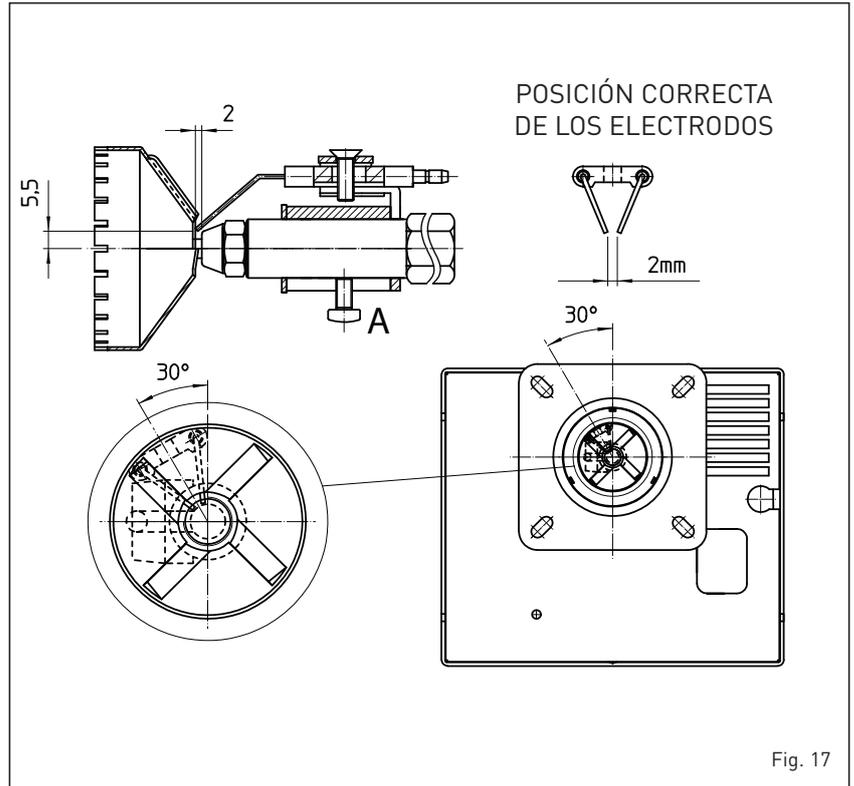

Fig. 17
4.7.2 Limpieza cabezal de combustión (fig. 17)
Para efectuar la limpieza del cabezal de combustión proceder como sigue a continuación (fig. 17):
- Aflojar los tornillos [A fig. 17] del soporte de electrodos y quítelo.